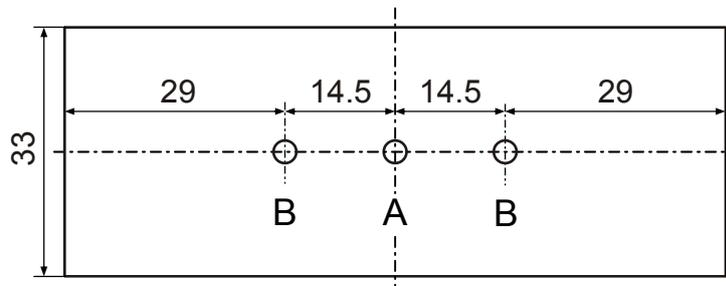
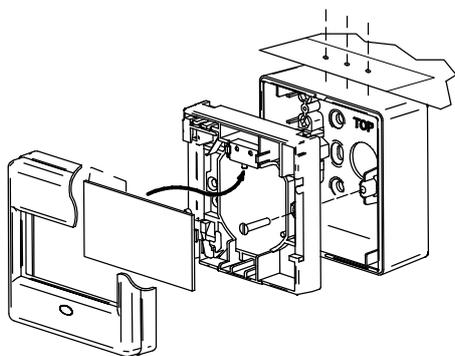

Fig. 2
Fig. 3
If using back box FDMH295-R, you have to determine the positions of the lead-in openings. If these are at the top or bottom, you have to define the holes using the drilling template (Fig. 2 and Fig. 3).
7. Secure the switching unit to the wall or back box. You will find the screws you need for the back box in the switching unit (Fig. 3).
8. Assemble the manual call point (Fig. 3). Be sure to tension the spring with the plastic insert or glass insert.
Falls Sie einen Gehäuseboden FDMH295-R verwenden, müssen Sie die Positionen der Zuleitungsöffnungen bestimmen. Falls diese oben oder unten sind, müssen Sie diese mit Hilfe der Bohrschablone festlegen (Fig. 2 und Fig. 3).
7. Befestigen Sie den Schaltungseinsatz an der Wand oder auf dem Gehäuseboden. Die erforderlichen Schrauben zum Gehäuseboden befinden sich im Schaltungseinsatz (Fig. 3).
8. Bauen Sie den Handfeuermelder zusammen (Fig. 3). Achten Sie darauf, dass Sie die Feder mit dem Kunststoffeinsatz oder dem Glaseinsatz spannen.
Si vous utilisez un boîtier arrière FDMH295-R, vous devez déterminer les positions des orifices pour les câbles d'alimentation. Si ceux-ci sont en haut ou en bas, vous devez les déterminer à l'aide du gabarit de perçage (fig. 2 et fig. 3).
7. Fixez l'unité de commutation au mur ou sur le boîtier arrière. Les vis requises pour le boîtier arrière se trouvent dans l'unité de commutation (fig. 3).
8. Remontez le déclencheur manuel (fig. 3). Veillez à tendre le ressort avec l'insert en plastique ou l'insert en verre.
Si utiliza un fondo de carcasa FDMH295-R, deberá determinar las posiciones de los orificios para las líneas de alimentación. Si éstos se encuentran en la parte superior o inferior, deberán determinarse utilizando la plantilla (Fig. 2 y Fig. 3).
7. Sujete la electrónica de pulsador en la pared o en el fondo de la carcasa. Los tornillos requeridos para el fondo de la carcasa se encuentran en la electrónica de pulsador (Fig. 3).
8. Ensamble el pulsador manual (Fig. 3). Preste atención a que tense el resorte con la pieza de plástico o la pieza de cristal.